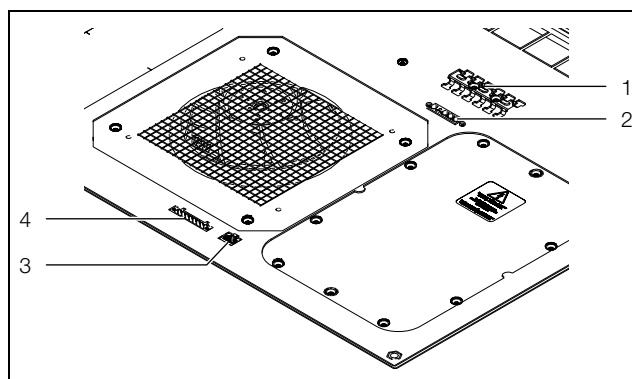

Bild 7: Anslutningar på undersidan av det takmonterade kylaggregatet
- Kabelskärmen kan kopplas till T-skenan (bild 7, pos. 1).